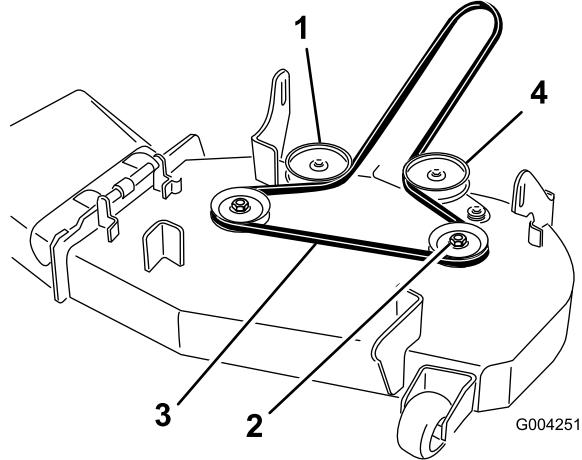
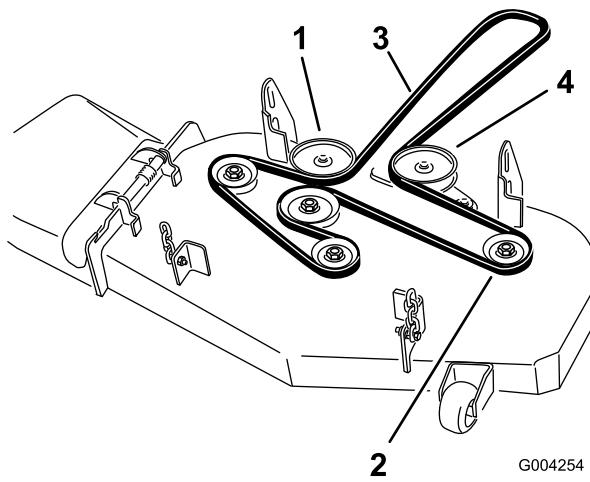

Bild 44
Bild 45
5. Ziehen Sie am Spannscheibenarm, um die Riemenspannung an der Spindelscheibe zu lösen (Bild 44 oder Bild 45).
7. Verlegen Sie den neuen Riemen um die Scheiben (Bild 44 oder Bild 45).